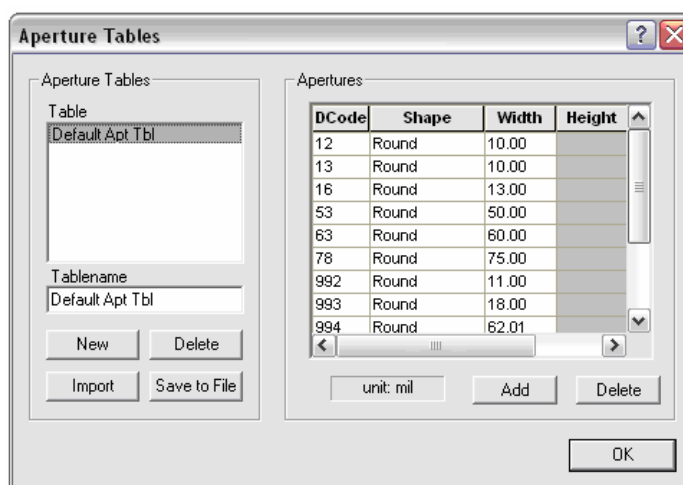

Figura 3.7. Aperture Table
**Aperture Table:** Esta lista, mostrada en la Figura 3.7, Isopro la crea automáticamente cuando se importa los archivos CAD del diseño; y muestra la lista con los códigos correspondientes a las formas y tamaños presentes en el diseño,